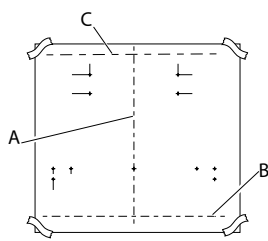

Fig. 2
3. Corte la línea delimitante de la plantilla y colóquela en la pared, alineando la línea base y la línea central con las marcas en la pared, péguela con cinta adhesiva. (Fig. 2)